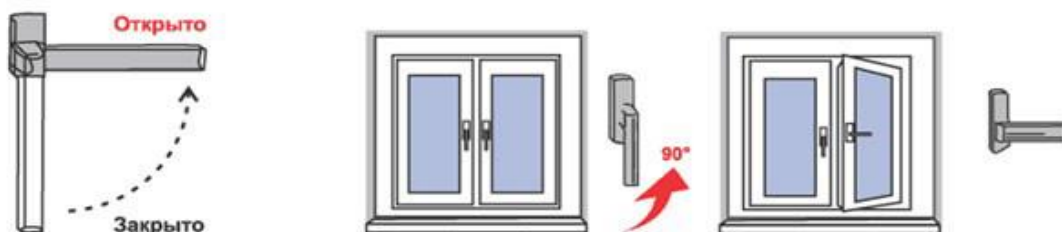

Рис. 1
1. Чтобы открыть (распахнуть) створку окна, ручку поворачивают на 90 градусов в горизонтальное положение (положение «Открыто» на Рис. 1). При повороте ручки закрытую створку слегка прижимают к раме другой рукой (чуть выше ручки). Затем, потянув за ручку, створку распахивают (**сплошной режим – поворотное открывание**).